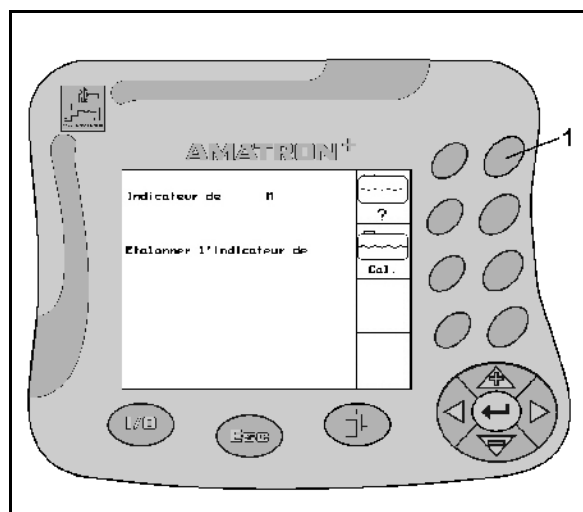

Fig. 17
1. Appuyer une fois sur la touche de fonction (Fig. 17/1).
2. Appuyer encore une fois sur la touche de fonction (Fig. 17/1).